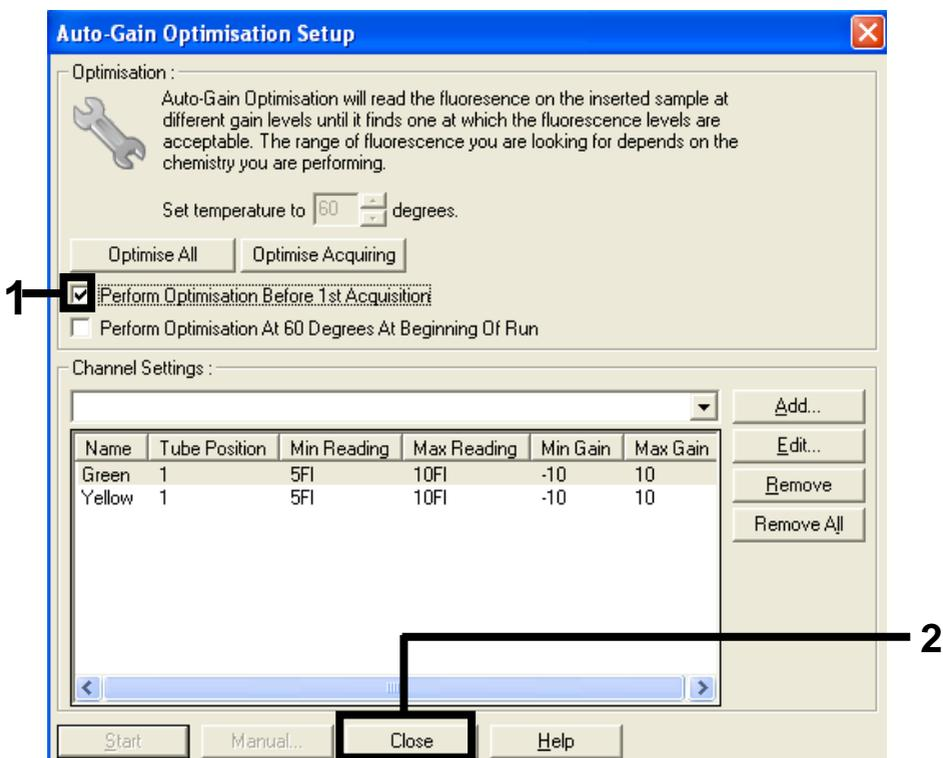

Figura 32. Seleção dos canais verde e amarelo.
14. Marque a caixa Perform Optimisation before 1st Acquisition (Efetuar otimização antes da 1.ª aquisição) e, em seguida, clique em Close (Fechar) para voltar ao assistente (Figura 32).